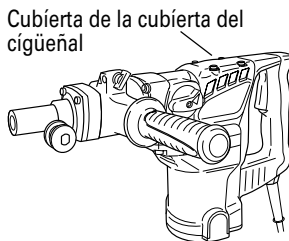

Fig. 18
- (1) Quitar la cubierta del cigüeñal y limpiar la grasa interna. (Fig.18)
- (2) Aplicar 2.0 oz (60 g) de grasa para martillo eléctrico Hitachi tipo A (accesorio opcionales, contenida en tubo) en el cárter.
- (3) Luego de rellenar de grasa, instalar la cubierta del cigüeñal firmemente.